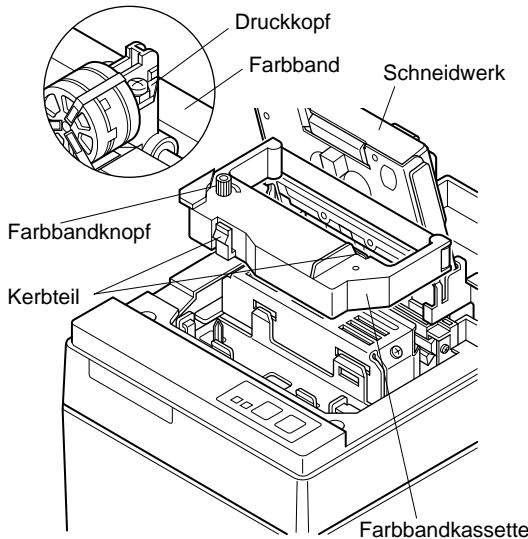

Abb. 4-10 Einlegen einer Farbbandkassette
④ Die Farbbandkassette in der Richtung einsetzen wie in der Abbildung 4-10 gezeigt und eindrücken, bis sie hörbar einrastet. Wenn die Farbbandkassette nicht richtig sitzt, eingedrückt halten und gleichzeitig den Farbbandknopf in Pfeilrichtung drehen.
⑤ Um Schlaufen im Farbband aufzuwickeln, den Farbbandzuführknopf der Farbbandkassette in Pfeilrichtung drehen.
⑥ Das Schneidwerk schließen.
⑦ Zum Anbringen der Frontabdeckung die Ausbauschritte wie in ② beschrieben in umgekehrter Reihenfolge ausführen.